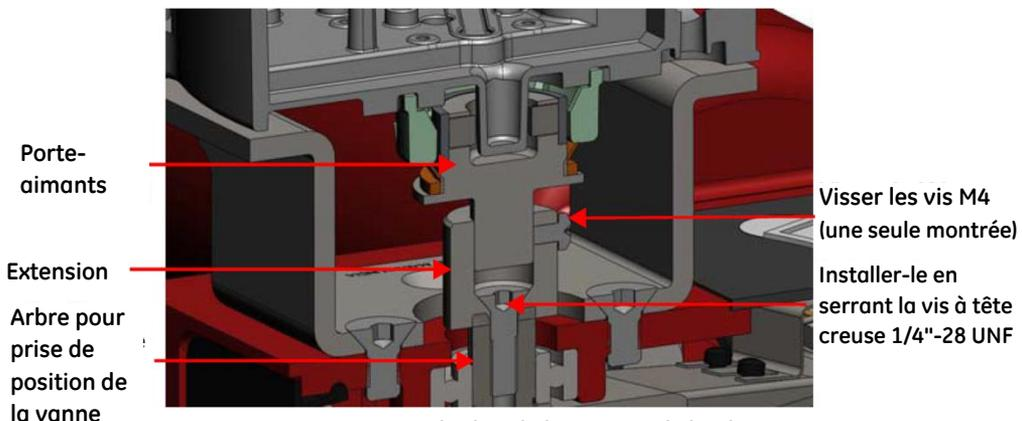

Figure 9 Liaison entre l'arbre de la vanne et le kit de montage
2. Visser l'extension à l'arbre de la vanne (Figure 9).